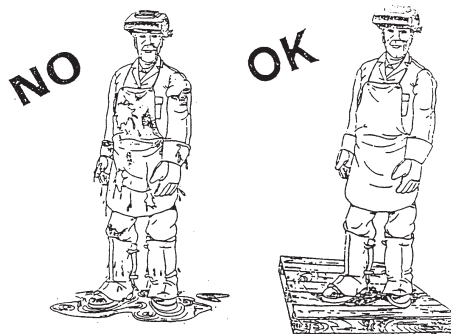

Fig.7
- renforcer la protection individuelle, l'isolement du sol et de l'élément à souder vis-à-vis de l'opérateur (Fig. 7).